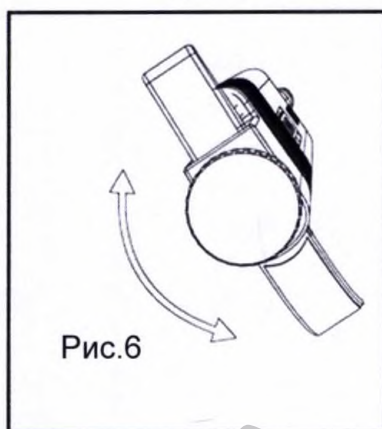

Рис.6
1. Поместите калибровочный ключ в прорези регулировочного фиксатора калибровки (под рабочей кнопкой) (рис. 6).